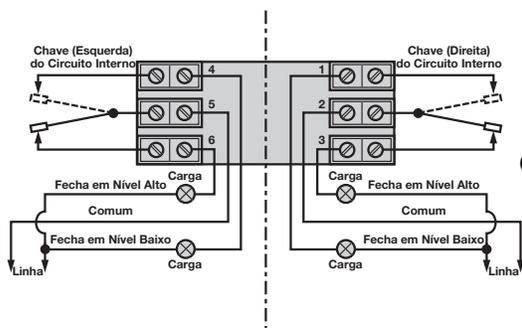

Figura 5
5. Os terminais da chave estão localizados próximo à conexão elétrica para facilitar a instalação da fiação. Passe os fios de alimentação através do conduíte. Passe o excesso de fio ao redor do tubo núcleo, sob a placa defletora, e conecte-os aos terminais apropriados. Para essa informação, consulte a Figura 5 ou 6 ou o boletim de instruções da chave.